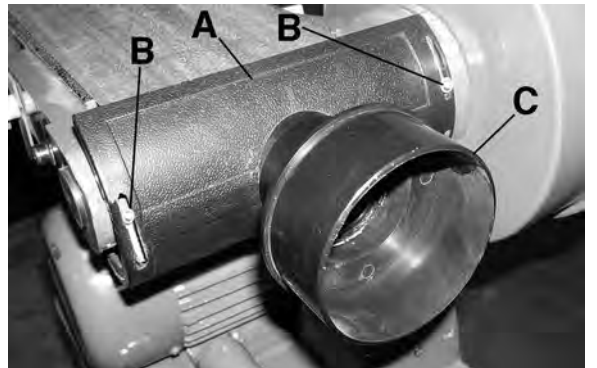

Figure 14
1. Retirez les deux vis à tête bombée (B) qui sont vissées dans le boîtier de la table et positionnez la sortie de poussière (A) Fig.14 tel qu'illustré et fixez-la au boîtier de la table en utilisant les même deux vis à tête bombée retirées précédemment.
2. Si vous désirez brancher cette ponceuse à un système de collection de poussière avec un boyau de 4", installez l'adaptateur de 2-1/2" à 4" (C) tel qu'illustré à la Fig.14.